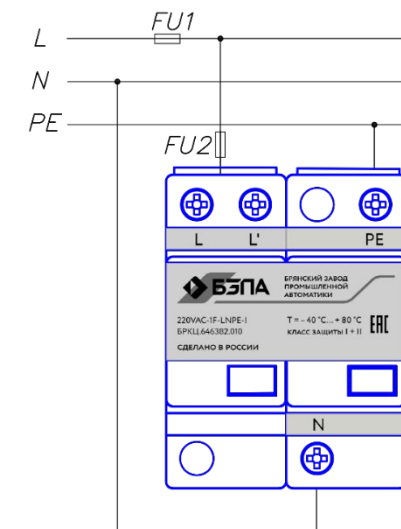

Рисунок 6 – Подключение УЗПИ по параллельной схеме
1.5.4 Подключение УЗПИ по параллельной схеме показано на рис. 6. Защитный предохранитель FU1 устанавливается на вводе в электроустановку. Номинал защитного предохранителя FU2 = 315 А gG, устанавливается при FU1 > 315 А gG